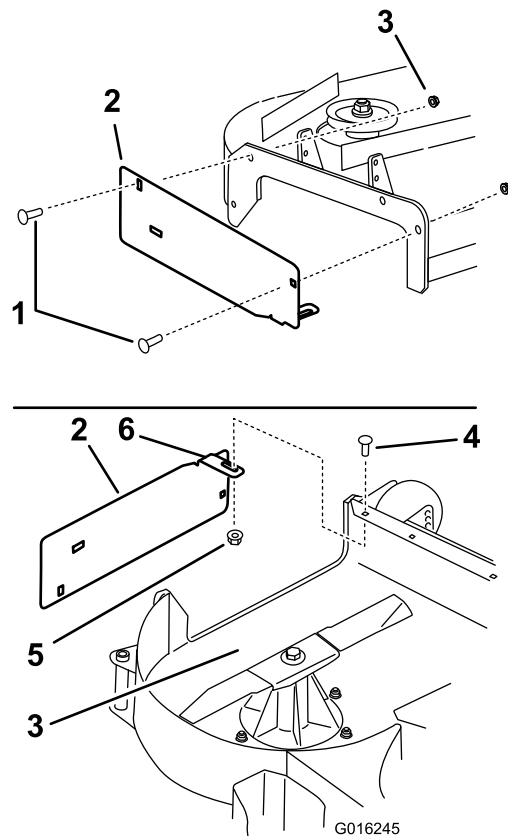

Figura 8
1. Instale la placa de descarga en el exterior del soporte de montaje con 2 pernos (3/8 x 1-1/4 pulgadas) y 2 tuercas con arandela prensada (arandela pequeña) (3/8 pulgada) (Figura 8).
2. Instale la pestaña en el interior de la plataforma de corte con 1 perno de cuello cuadrado (5/16 x 7/8 pulgada) y 1 tuerca con arandela prensada (5/16 pulgada) (Figura 8)